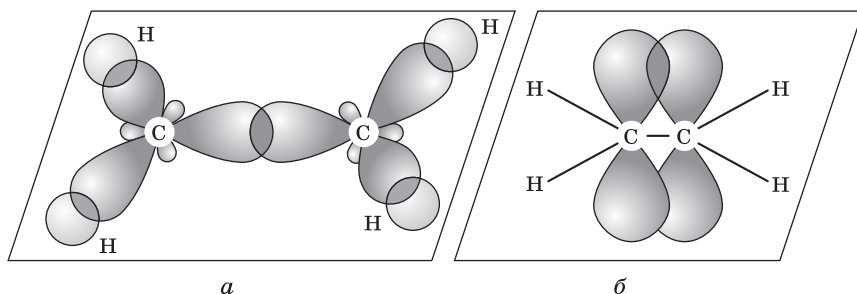

Рис. 9.1. Схема образования σ -связей (а) и π -связи (б) в молекуле этилена
- три гибридные орбитали каждого атома углерода участвуют в образовании σ -связей, лежащих в одной плоскости под углом 120° (рис. 9.1, а);
- негибридизованные p -орбитали ориентированы перпендикулярно плоскости, в которой лежат σ -связи, и образуют π -связь (рис. 9.1, б).